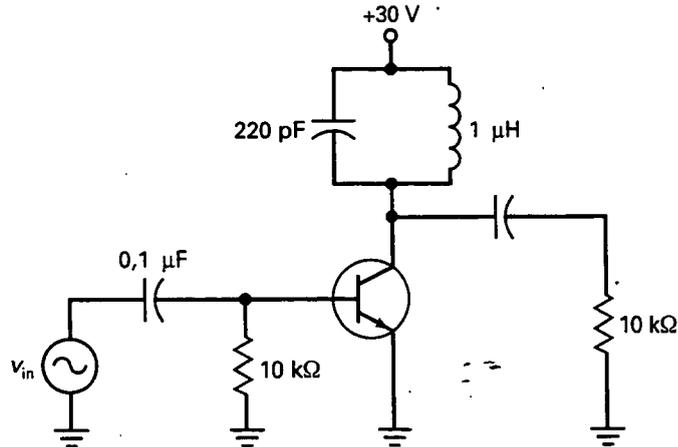

Figura 11-29
- 11-23. Si la tensión de entrada vale 5 V rms en la Figura 11-29, ¿cuál es la tensión de entrada pico a pico? Si medimos la tensión de corriente continua entre la base y tierra, ¿qué marcará el voltímetro?
- 11-24. ¿Cuál es la frecuencia de resonancia en la Figura 11-29?
- 11-25. Si doblamos la autoinducción en la Figura 11-29, ¿cuál es la frecuencia de resonancia?
- 11-26. ¿Cuál es la frecuencia de resonancia en la Figura 11-29 si cambiamos la capacidad del condensador a 100 pF ?
- 11-27. Si el amplificador de clase C de la Figura 11-29 tiene una potencia de salida de 11 mW y una potencia de entrada de $50 \mu\text{W}$, ¿cuál es la ganancia de potencia?
- 11-28. ¿Cuál es la potencia de salida en la Figura 11-29 si la tensión de salida es de 50 V pp ?
- 11-29. ¿Cuál es la máxima potencia de salida de alterna en la Figura 11-29?
- 11-30. Si el consumo de corriente en la Figura 11-29 es de $0,5 \text{ mA}$, ¿cuál es la potencia de entrada de continua?
- 11-31. ¿Cuál es el rendimiento de la Figura 11-29 si el consumo de corriente es de $0,4 \text{ mA}$ y la tensión de salida es de 30 V pp ?
- 11-32. Si el valor de Q para la autoinducción es de 125 en la Figura 11-29, ¿cuál es el ancho de banda del amplificador?
- 11-33. ¿Cuál es el peor caso de disipación de potencia en el transistor de la Figura 11-29?